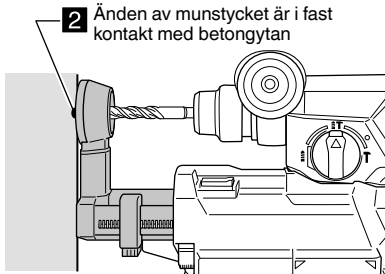

Bild 11
- (2) Frigör munstycket och låt det komma i kontakt ordentligt med betongytan. (Bild 11)